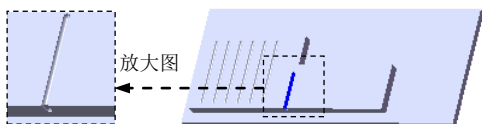
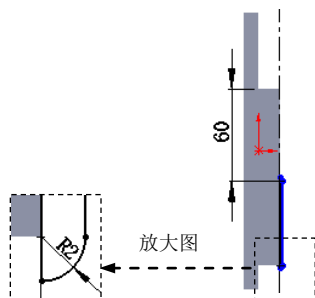

图 17.7.18 创建切除—旋转 3
图 17.7.19 横断面草图
Step10. 创建图 17.7.18 所示的切除—旋转 3。选择下拉菜单 **插入(I)** → **切除(C)** → **旋转(R)...** 命令；选取 Step8 绘制的基准面 2 作为草图平面，绘制图 17.7.19 所示的横断面草图（包括旋转中心线）；采用草图中绘制的中心线作为旋转轴线，在 **方向1** 区域的下拉列表中选择 **给定深度** 选项，在 **距离** 文本框中输入数值 360.0，采用系统默认的旋转方向。